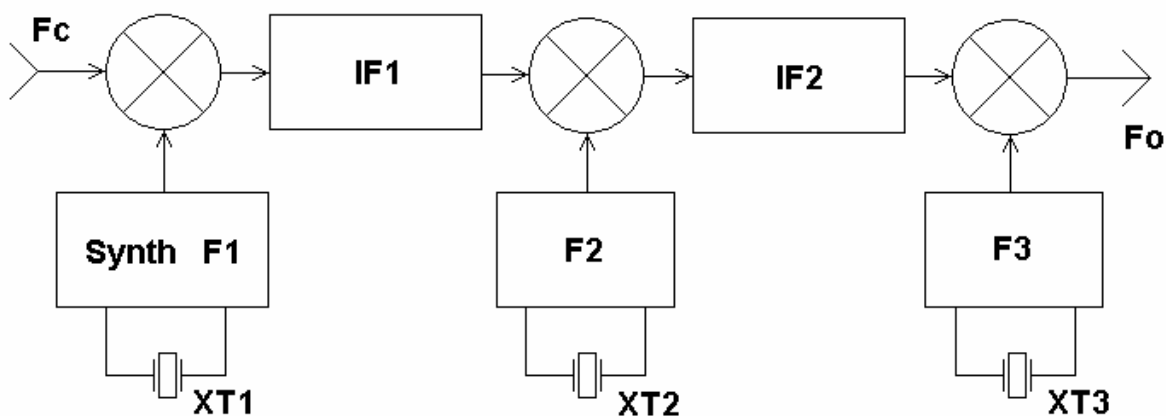
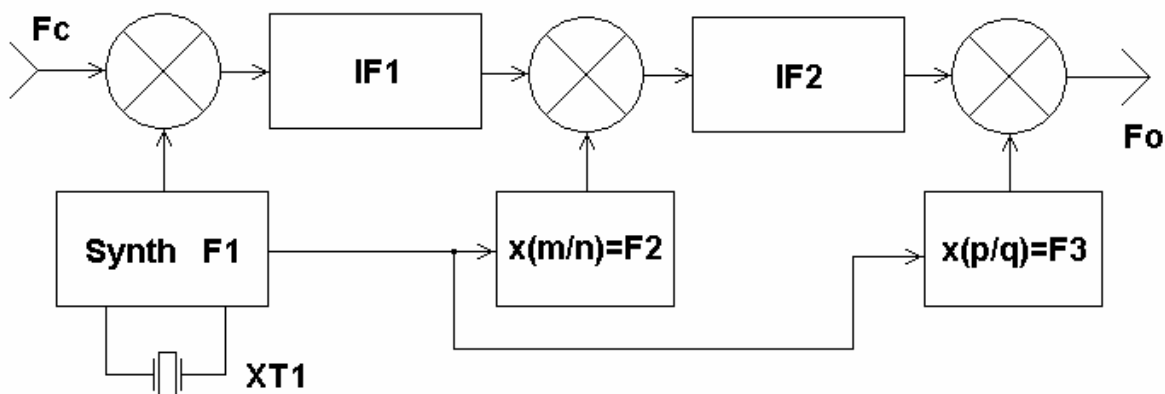

Рис. 1
Рис. 3
Для примера на рис. 1 приведена типовая структурная схема супергетеродинного приемника с двойным преобразованием частоты, пригодного для регистрации телеграфных (CW), однополосных (SSB) и цифровых (RTTY, PSK и т.д.) сигналов. Если первые два вида сигналов могут приниматься на-слух, то для цифровых сигналов требуется демодулятор, работающий, как правило, также в диапазоне звуковых частот, преимущественно 500...1500 Гц.
Но, вернемся к супергетеродину рис. 1 и оценим стабильность его выходной частоты Fo , считая входную частоту сигнала Fc абсолютно стабильной. Ясно, что нестабильность Fo определяется уходами частоты гетеродинов $\delta F1 \dots \delta F3$. Теория ошибок учит, что абсолютные погрешности величин при их сложении и вычитании всегда складываются, поэтому
В последние годы, с разработкой большого ассортимента цифровых микросхем и микропроцессоров, стало возможным строить синтезаторы и формирователи нужной сетки частот на основе единственного опорного кварцевого генератора высокой стабильности. Схема супергетеродинного приемника с двойным преобразованием, гетеродинные частоты которого формируются таким способом, показана на рис. 3.
Относительно сложным в нем оказывается лишь синтезатор частоты **F1**, обеспечивающий перестройку приемника с необходимым шагом, обычно 10 Гц. Впрочем, он необходим и в ранее рассмотренном приемнике по рис. 1. Синтезаторы частот **F2** и **F3** (рис. 3) должны генерировать фиксированные частоты путем умножения и деления частоты опорного кварца **XT1** на целочисленные коэффициенты **m**, **n** для **F2** и **p**, **q** для **F3**, поэтому они довольно просты и легко изготавливаются на современных микросхемах делителей частоты, содержащих линейки триггеров.
Большим достоинством описанного приемника (рис. 3) является уменьшение абсолютной нестабильности с понижением частоты приема F_c и, соответственно, F_h . Например, при доплеровских исследованиях на СВ (примерно 1 МГц) разрешение можно повысить до 0,01 Гц, а на ДВ (100 кГц) – до 0,001 Гц, что практически невозможно в приемнике с независимыми гетеродинами (рис. 1).